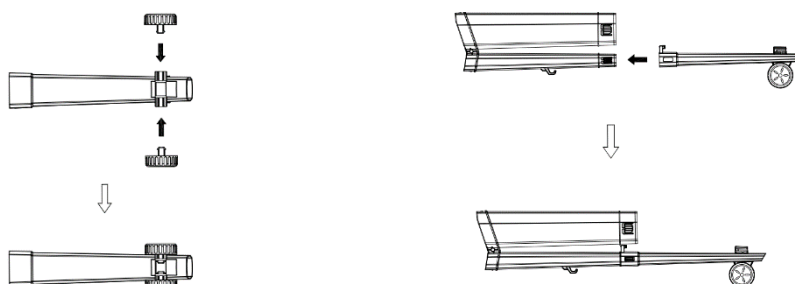
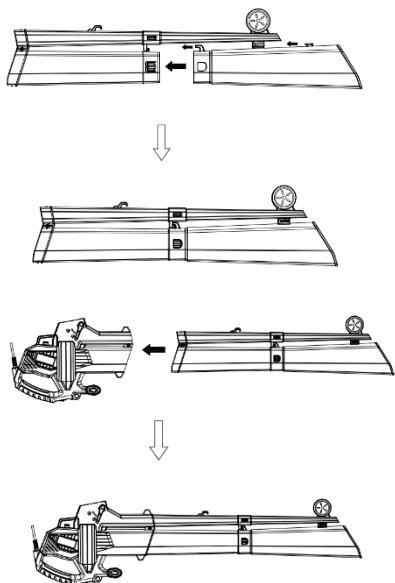

Fig. 2
Fig. 3
1. Rad und Gebläse/Saugrohr zusammenbauen (Abb.2 Abb.3 Abb.4 Abb.5)
- Ziehen Sie die beiden Räder und das Gebläserohr heraus, halten Sie das Gebläserohr fest und installieren Sie die beiden Räder, siehe Abb. 2.
- - Ziehen Sie das mittlere Rohr heraus und schieben Sie das Gebläserohr in das mittlere Rohr. Siehe Abb. 3.